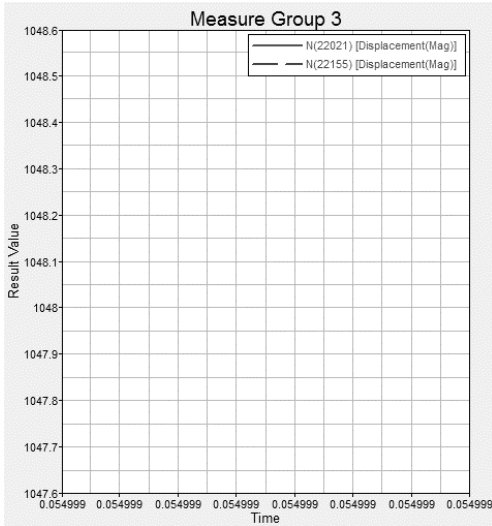

图 13-40 测量节点位移变化
(11) 运行动画，每条曲线上将分别出现一个光标。
(12) 停止动画。
(13) 在 Contour 面板中将 Result type 设置为 Displacement(v)并单击 Apply 按钮。观察曲线图标题的变化，如图 13-40 所示。